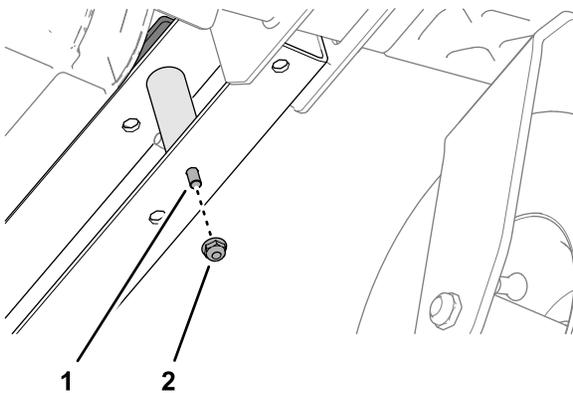

Bild 10
3. Schrauben Sie die Sicherungsbundmutter (1/4") auf die Kopfschraube (1/4" x 4") und ziehen Sie die Mutter fest (**Bild 10**).